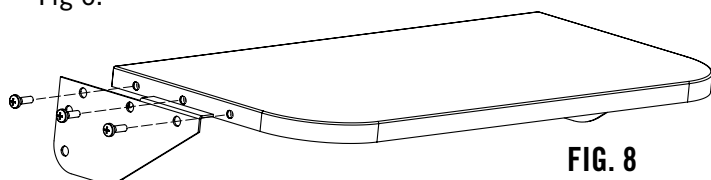

FIG. 8
1. Installez les supports latéraux comme indiqué ci-dessous Fig 8.